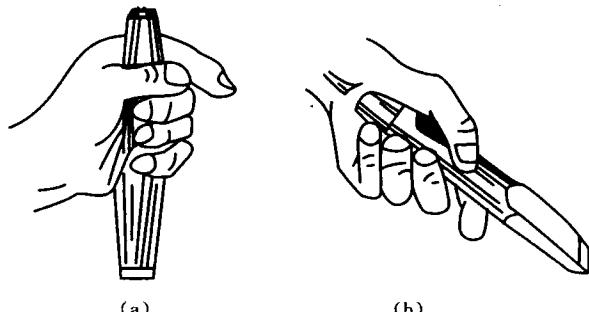
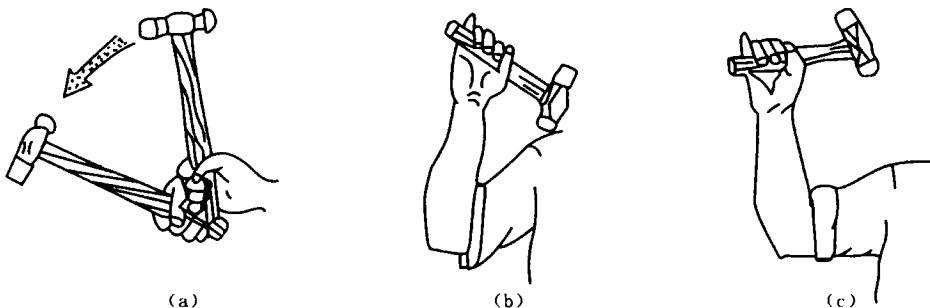

图 2.3 錾子握法
图 2.4 挥锤方法
(2)左手(如图 2.3(a)所示)握錾子不要握实,小臂与钳口平行,錾子的轴线与钳口上平面成 35° 角,右手如图 2.4 所示,采用手锤松握法。
(3)锤击。如图 2.4 所示,挥锤有三种方法:腕挥、肘挥、臂挥。大家只练习肘挥。肘挥是用手腕和肘部一起挥动做锤击运动,采用松握法握锤,要领为:肘收臂提,举锤过肩;手腕后弓,三指微松;锤面朝天,稍停瞬间。目视錾刃臂肘齐下;收紧三指,手腕加劲;锤錾一线,锤走弧形;左脚着力;右腿伸直。挥锤速度为每分钟 40 次。